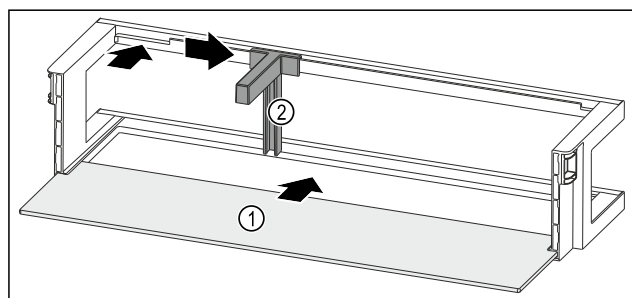

Fig. 268 Dveřní přihrádka s odkládací plochou
- Odkládací plochu Fig. 268 (1) zasuňte do bočních vybrání.
- Držák lahví Fig. 268 (2) vložte do vybrání.
- Držák lahví Fig. 268 (2) posuňte na stranu do požadované polohy.